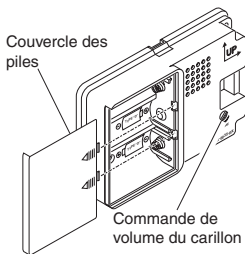
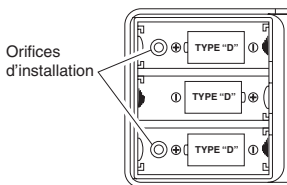

Figure 3
Figure 4
3. **Installez 3 piles alcalines « D ».** Appuyez sur les flèches, puis faites glisser le couvercle des piles pour le retirer (voir la Figure 3). Prenez soin d'orienter les piles correctement (voir la Figure 4).
5. **Réglage du volume.** Réglez le volume à l'intensité souhaitée (voir la Figure 3).
- Installez les piles retirées précédemment. Prenez soin d'orienter les piles correctement (voir la Figure 4).